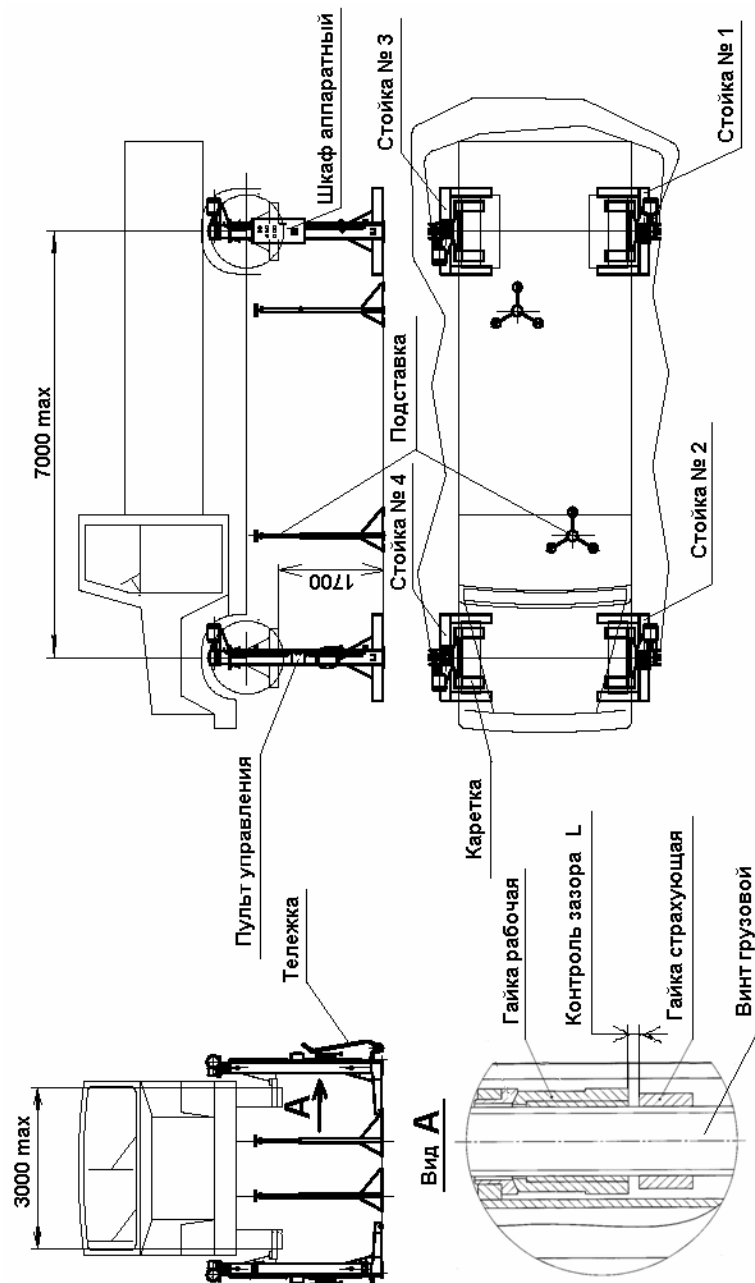
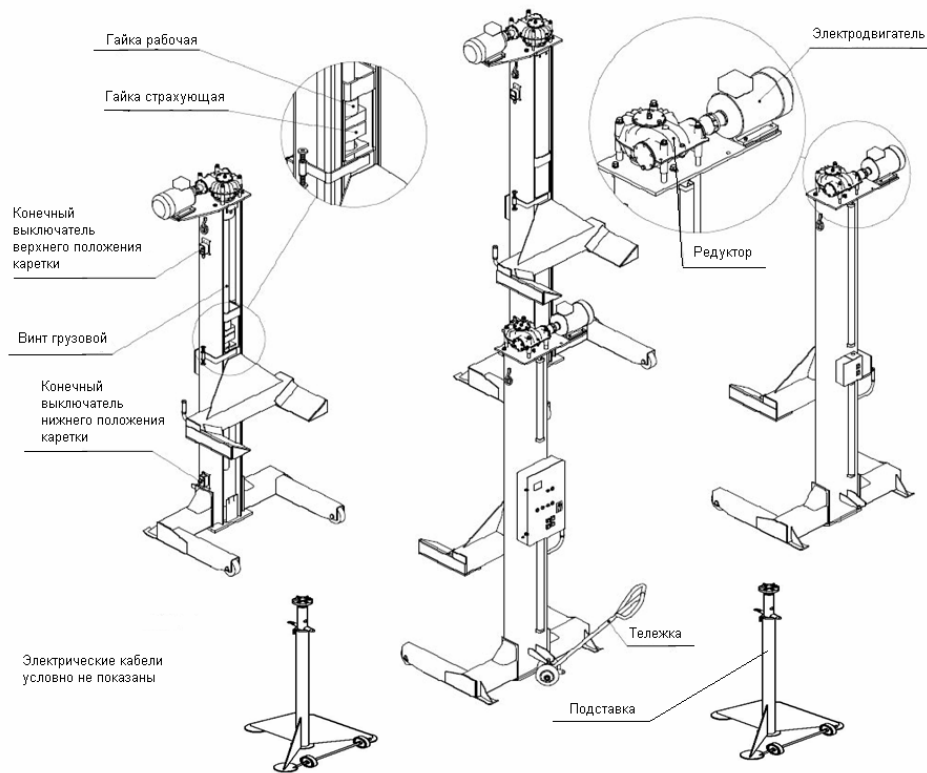

Рис. 1. Подъемник передвижной ПП - 10
Рис. 2. Составные части подъемника передвижного ПП - 10
4.1. Подъемник состоит из четырех стоек (см. Рис.1 и Рис.2), каждая из которых имеет электромеханический привод, каретку, грузовой винт, рабочую и страхующую гайки, конечные выключатели верхнего и нижнего положения кареток. На первой стойке установлен шкаф аппаратный, имеющий корпус с панелью электрооборудования, автоматический выключатель, лампочку «Сеть», «Авария», кнопки «Вверх» и «Вниз» для управления первой стойкой и кнопки «Вверх» и «Вниз» для управления всеми стойками одновременно. На остальных стойках установлены посты управления с кнопками «Вверх» и «Вниз» для управления данной стойкой.